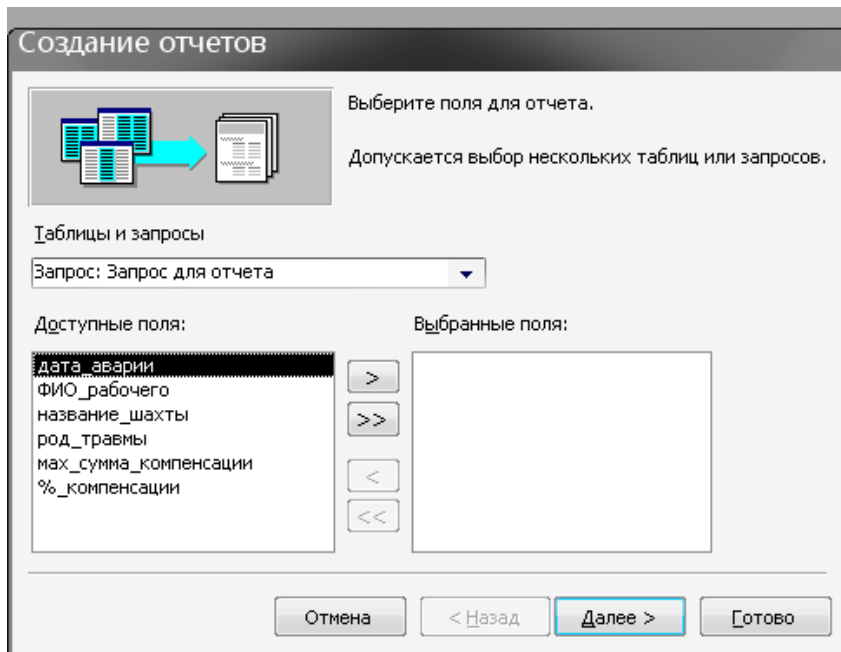

Рис. 2.21
3. З'явиться вікно (рис. 2.21), у якому впливає всі потрібні доступні поля базового запиту перемістити з області "Доступные поля" в область "Выбранные поля" аналогічно тому, як це здійснюється для створення форм, а потім клацнути по кнопці **Далее**.